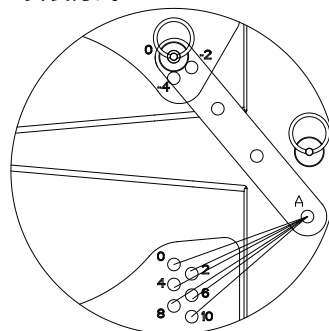

图1 (0°-10°调节)
1) 0°-10°调节方法：B端固定插入0度孔位，A端插入相应所需角度孔位(如图1)，如需要调节8度，B插入0度的孔，A插入8度；